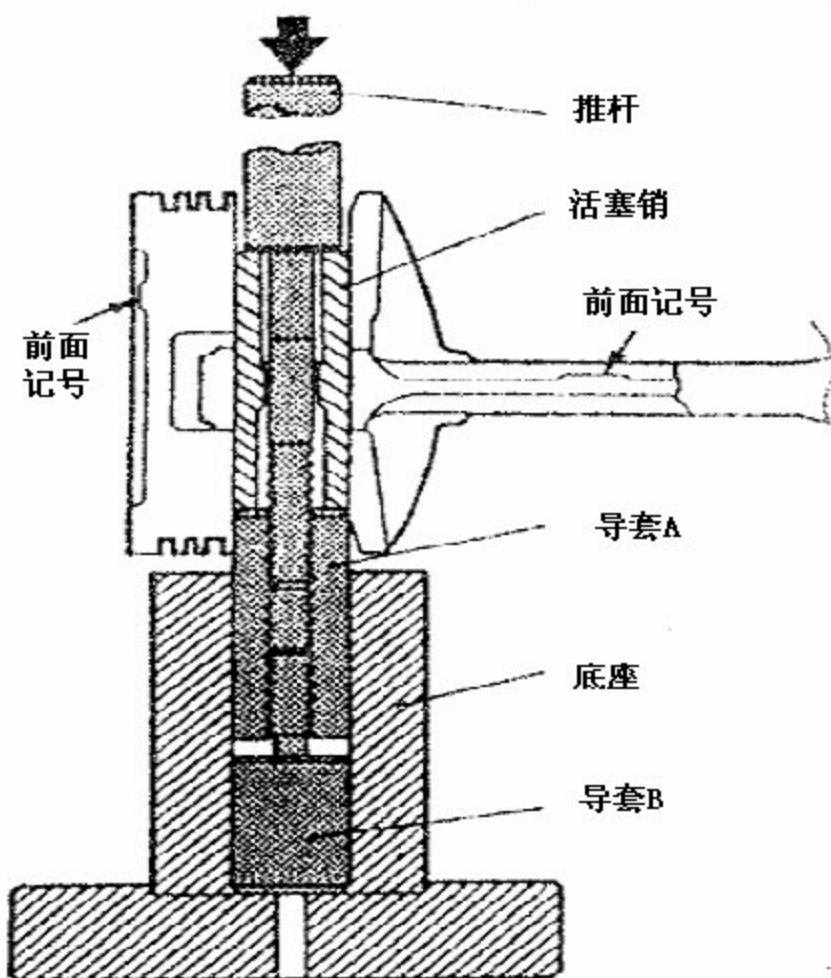

图 3-46
- h). 如图 3-46 在活塞前面记号向下的状态下将活塞和连杆装到活塞销安装底座上。